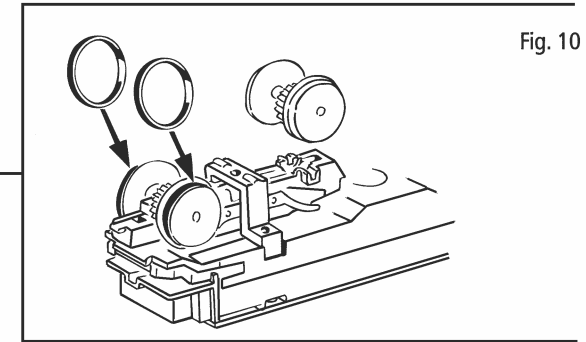

Fig. 11
5. Kohlebürstenwechsel: Lokgehäuse abnehmen (Fig. 3). Danach wird der **Motor ausgebaut** und die **Kohlebürsten ausgewechselt** (Fig. 11).
Démontez la caisse (voir fig 3). Démontez ensuite le moteur et échangez le balais (fig. 11).
5. Het vervangen van de koolborstels: Loc-kap verwijderen (Fig. 3). Daarna tilt u de motor eruit en kunt u de borstels vervangen (Fig. 11).